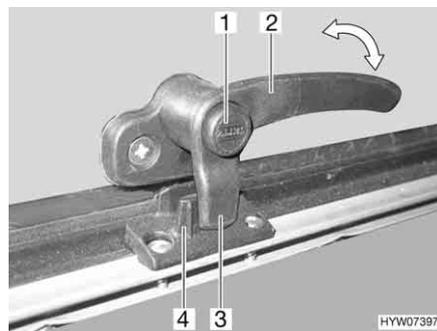
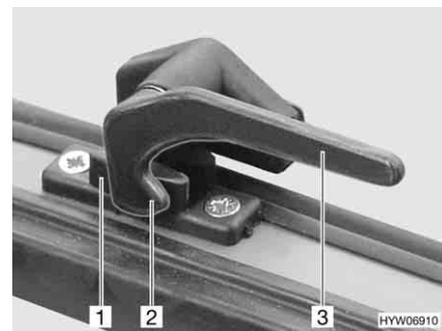

Bild 53 Verriegelungshebel mit Sicherungsknopf in Stellung "geschlossen"
Bild 54 Verriegelungshebel in Stellung "geschlossen"
- Wenn vorhanden, Sicherungsknopf (Bild 53,1) drücken und gedrückt halten.
- Den Verriegelungshebel (Bild 53,2 oder Bild 54,3) eine viertel Umdrehung zur Fenstermitte hin drehen.
- Den Verriegelungshebel (Bild 53,2 oder Bild 54,3) eine viertel Umdrehung zum Fensterrahmen hin drehen. Die Verriegelungsnase (Bild 53,3 oder Bild 54,2) am Verriegelungshebel liegt komplett auf der Innenseite der Fensterverriegelung (Bild 53,4 oder Bild 54,1).
- in Stellung "fest verschlossen" (Bild 53 und Bild 54)